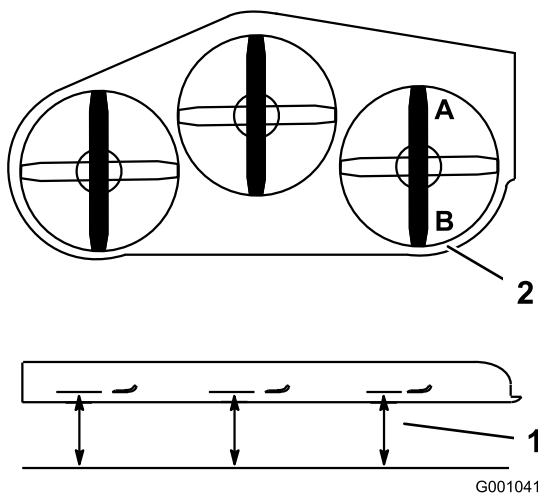

Рисунок 105
1. Расположите **правый** нож в продольном направлении (Рисунок 105).
2. Измерьте в точках A и B высоту правого ножа в точке A от горизонтальной поверхности до режущей кромки на конце ножа (Рисунок 105).
4. Измерьте высоту правого ножа в точке B от горизонтальной поверхности до режущей кромки на конце ножа (Рисунок 105).
6. Высота ножа газонокосилки в точке A должна быть на 6–10 мм меньше, чем в точке B (Рисунок 105). Если результат измерения неверный, перейдите к следующим пунктам.